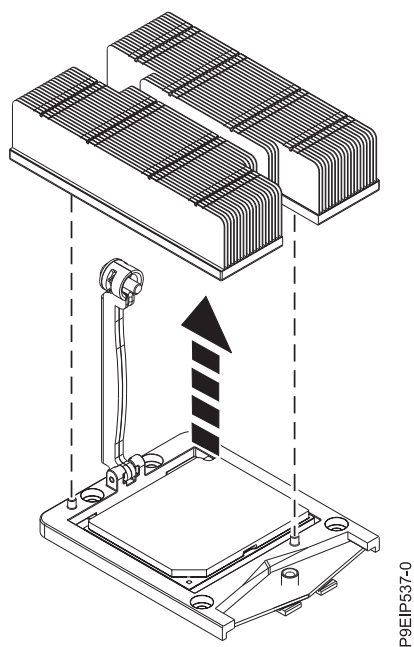

Figure 42. Retrait du dissipateur thermique
5. Tenez le dissipateur thermique et retirez-le en le soulevant à la verticale, comme illustré dans la figure 42.